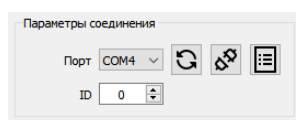

Рисунок 2.3 – Область «Параметры соединения»
2.5.5 Настройте соединение. Настройка осуществляется в области «Настройка соединения» (рисунок 2.3).